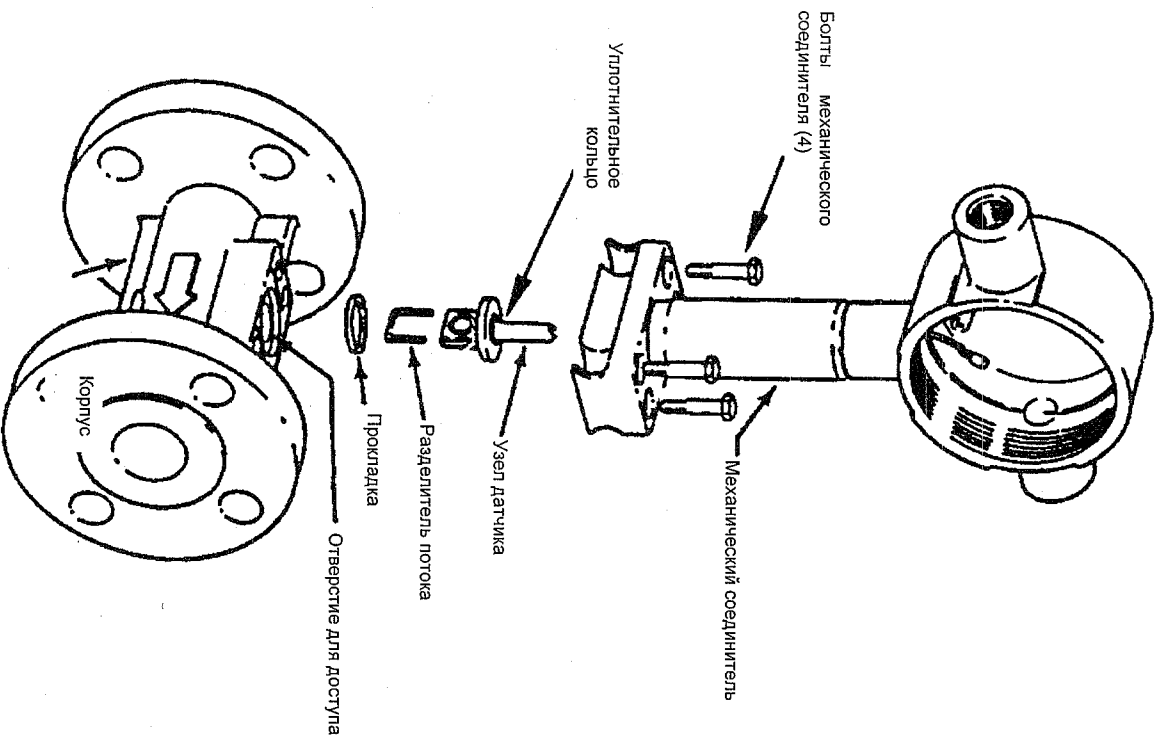

Рис. 36. Расходомер и распределительная коробка
3. См. рис. 36. Снимите болты механического соединительного узла. (Расходомеры в взрывобезопасном исполнении SENELEC снабжены специальными болтами и кожухом-пластиной, закрывающей стандартный соединительный узел. После демонтажа болтов кожух-пластина ос-тается между соединительным узлом и корпусом).